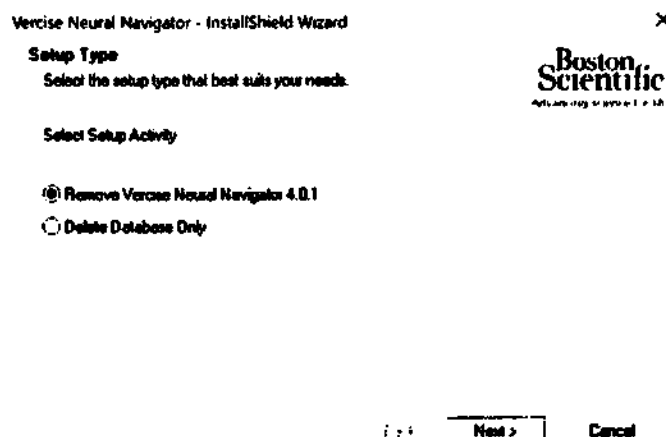

Рисунок 13. Тип настройки деинсталляции
5. Нажмите **Remove Vercise Neural Navigator 4** (Удалить Vercise Neural Navigator 4), а затем нажмите **Next** (Далее) для продолжения деинсталляции (Рисунок 13).